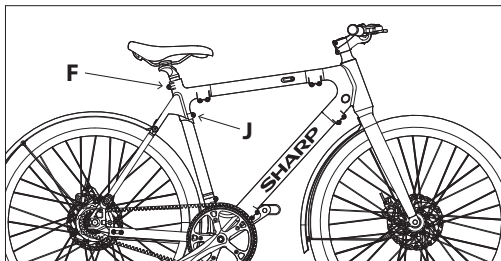

Abbildung 3-1
- Lösen Sie die Bolzen **F** und **J** mit einem 5-mm-Inbusschlüssel gegen den Uhrzeigersinn und setzen Sie die Sattelstütze in den Rahmen ein, wie in **Abbildung 3-1** gezeigt.